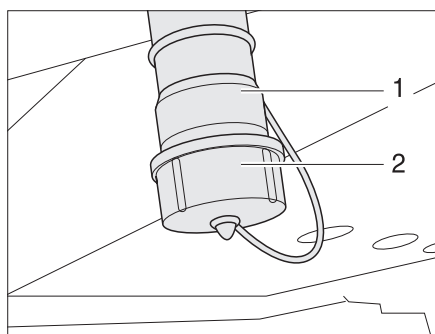

Fig. 259 Bec d'écoulement d'eau et bec d'écoulement des eaux usées
- Dévisser et retirer le cache (Fig. 259,2) du bec d'écoulement d'eau (Fig. 259,1) en tournant d'un quart de tour dans le sens des aiguilles d'une montre.
- Monter un tuyau d'écoulement adéquat sur le bec d'écoulement d'eau (Fig. 259,1) ou poser un récipient approprié sous le bec d'écoulement d'eau.